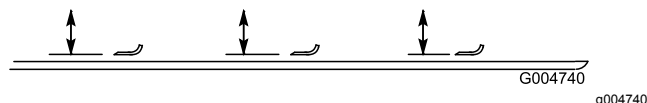

Figura 113
2. Rode a lâmina até que a extremidade fique virada para a frente e para trás e meça entre o interior da plataforma do cortador e a parte cortante na zona dianteira da lâmina (Figura 113).